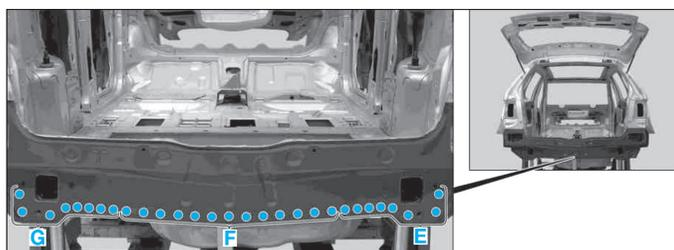

FIG. 118
- Souder la jupe AR, zones (E), (F) et (G) (Fig.118).